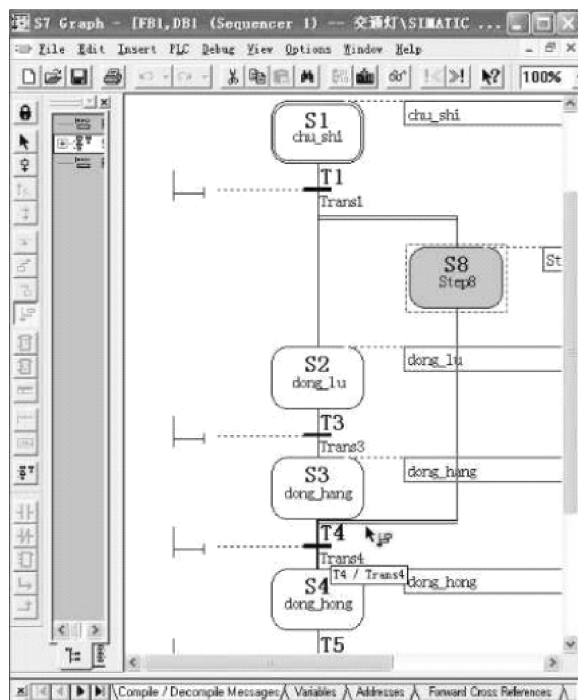

图 6-29 插入并行合并
3) 然后选中 (单击鼠标左键) 需要插入并行分支的地方 (如图中 T1 附近的地方), 然后单击 “” 即可以插入一个并行分支的 “步”, 如图 6-29 中的 “S8”。
4) 插入并行合并的 “步”。选中步 “S8”, 单击 “”, 这时鼠标出现一个附加的光标, 把附加的光标拖动到准备合并的地方 (本例是 T4 附近), 如图 6-29 所示, 然后单击鼠标左键即可。